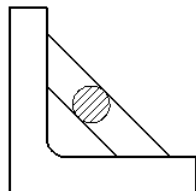

图 4.5.36 重合剖面视图
Step5. 插入剖面线。选择下拉菜单 **插入(I)** → **注解(A)** → **区域剖面线/填充(T)** 命令，系统弹出“区域剖面线/填充”对话框，在  后的文本框中输入剖面线图样比例值为 2.0，其他参数采用系统默认设置值，在图形区单击绘制圆的内部作为剖面线区域，最后单击  按钮，完成剖面线的添加。至此，重合剖面视图创建完成，其结果如图 4.5.36 所示。